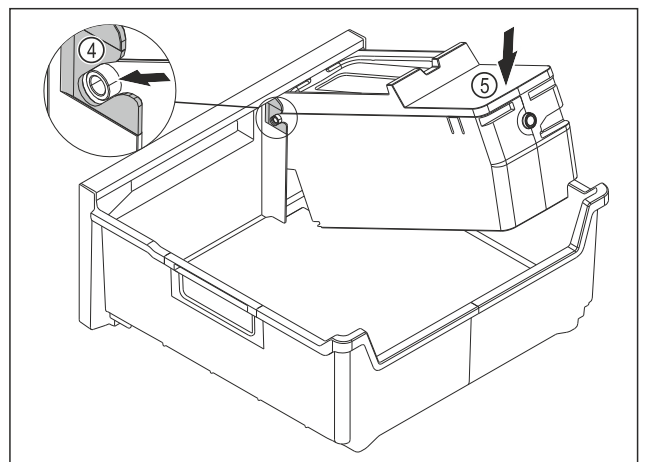

Fig. 140
- ▶ EasyTwist-Ice'i korpuse monteerimine: Lükake EasyTwist-Ice'i korpust juhikutesse Fig. 140 (4).
- ▶ Vajutage EasyTwist-Ice'i korpust Fig. 140 (5) taga alla poole.